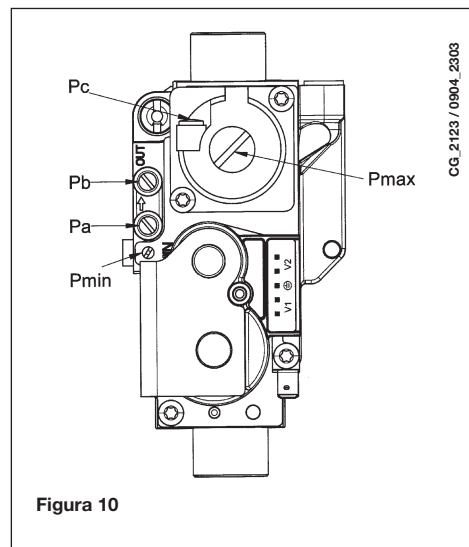

Figura 10
- Conectați priza de presiune pozitivă a unui manometru diferențial, dacă este posibil cu apă, la priza de presiune (pb) a valvei de gaz (Figura 10). Conectați, numai în cazul modelelor cu cameră etanșă, priza negativă a manometrului la un racord în "T" care să permită conectarea împreună a prizei de compensare a centralei, a prizei de compensare a valvei de gaz (pc) și a manometrului. (O măsurare similară poate fi efectuată prin conectarea manometrului la priza de presiune (pb) și fără panoul frontal al camerei etanșe).
- e) Reglați șurubul "pmax/pmin" (figura 10) până la obținerea valorii de presiune indicate în Tabelul 1.